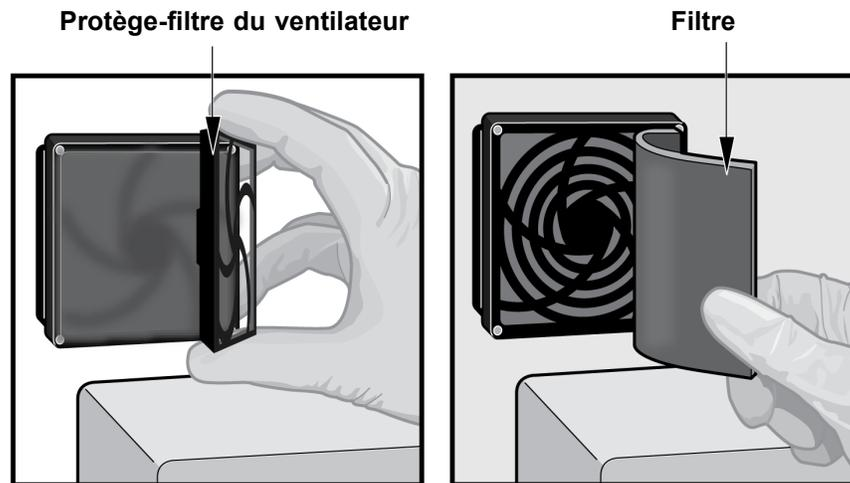

Figure 9-19. Retrait du protège-filtre du ventilateur
- Retirez délicatement le protège-filtre de ventilateur du boîtier du ventilateur (voir Figure 9-19) et le mettre de côté pendant le reste du processus de retrait du filtre.
- Retirez les filtres sales pour nettoyage. Voir Figure 9-19.